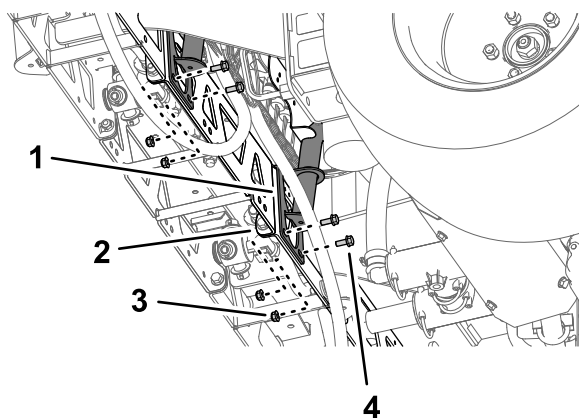
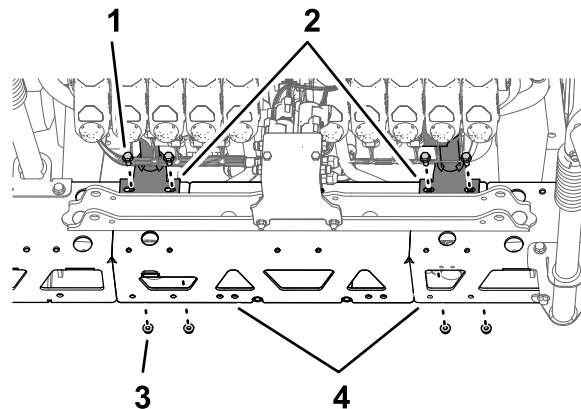

Figura 108
Figura 109
2. Alinhe os orifícios no suporte de montagem da montagem da válvula com os orifícios na estrutura da armação da secção de pulverização central (**Figura 108**).
3. Monte a montagem da válvula na estrutura da armação (**Figura 108** e **Figura 109**) com quatro parafusos (5/16 x 3/4 pol.) e quatro porcas de bloqueio flangeadas (5/16 pol.).